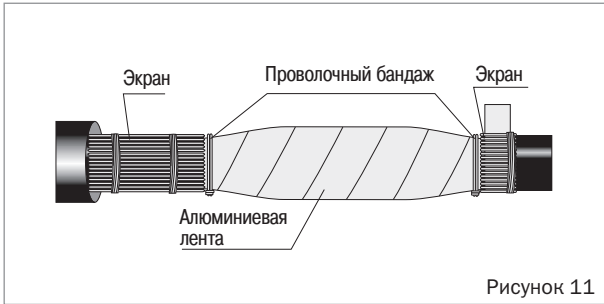

Рисунок 11
- Поверх усаженной защитной трубки обернуть алюминиевую ленту с 50%-ным перекрытием. Лента должна плотно прилегать к поверхности трубки. По краям алюминиевую ленту закрепить бандажом из 2–3 витков проволоки (рисунок 11).